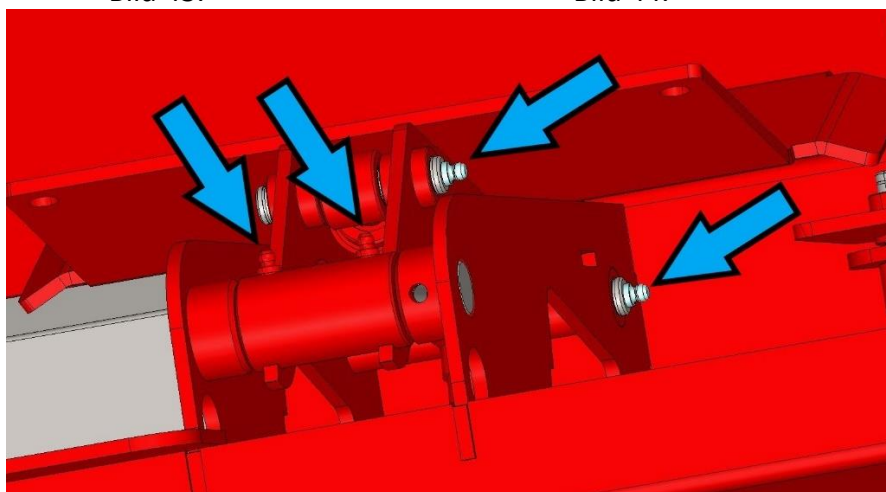

Bild 45.
5. Fällplattans 2 niplar (4 st. på bild 45).